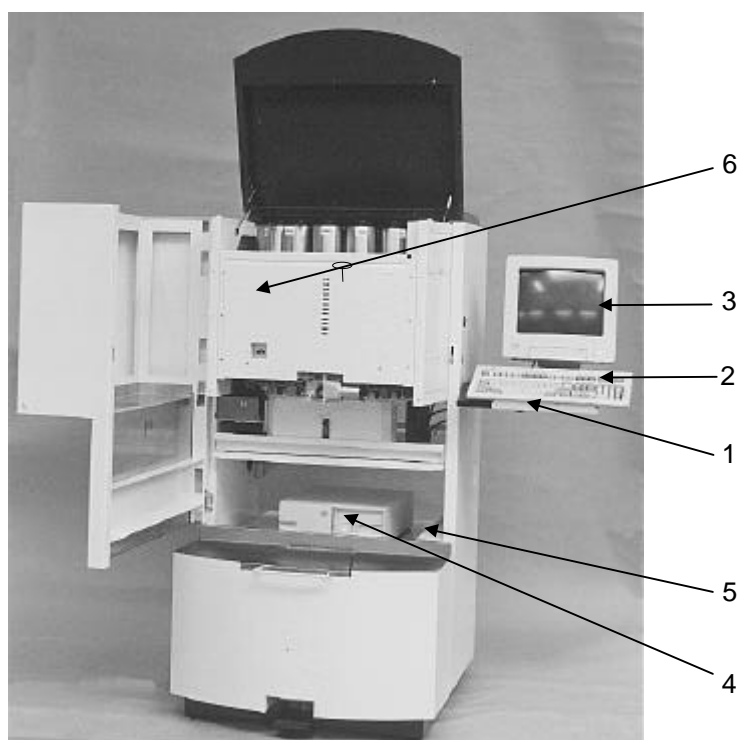

figura 5
- Monte o suporte com os quatro pernos de fixação no lado direito da máquina, ver figura 5, número 1).
4.3.2 Instalação do sistema informático (ver figura 5)
- Coloque o teclado (número 2), o monitor (número 3) e o computador (número 4) conforme indicado na figura 5.
- Introduza as fichas do computador e do monitor nas tomadas internas (ver: figura 5, número 5) e prima os interruptores on/off destes aparelhos..
- Coloque a chave delta no respectivo grampo no lado interior da máquina (ver: figura 5, número 6).